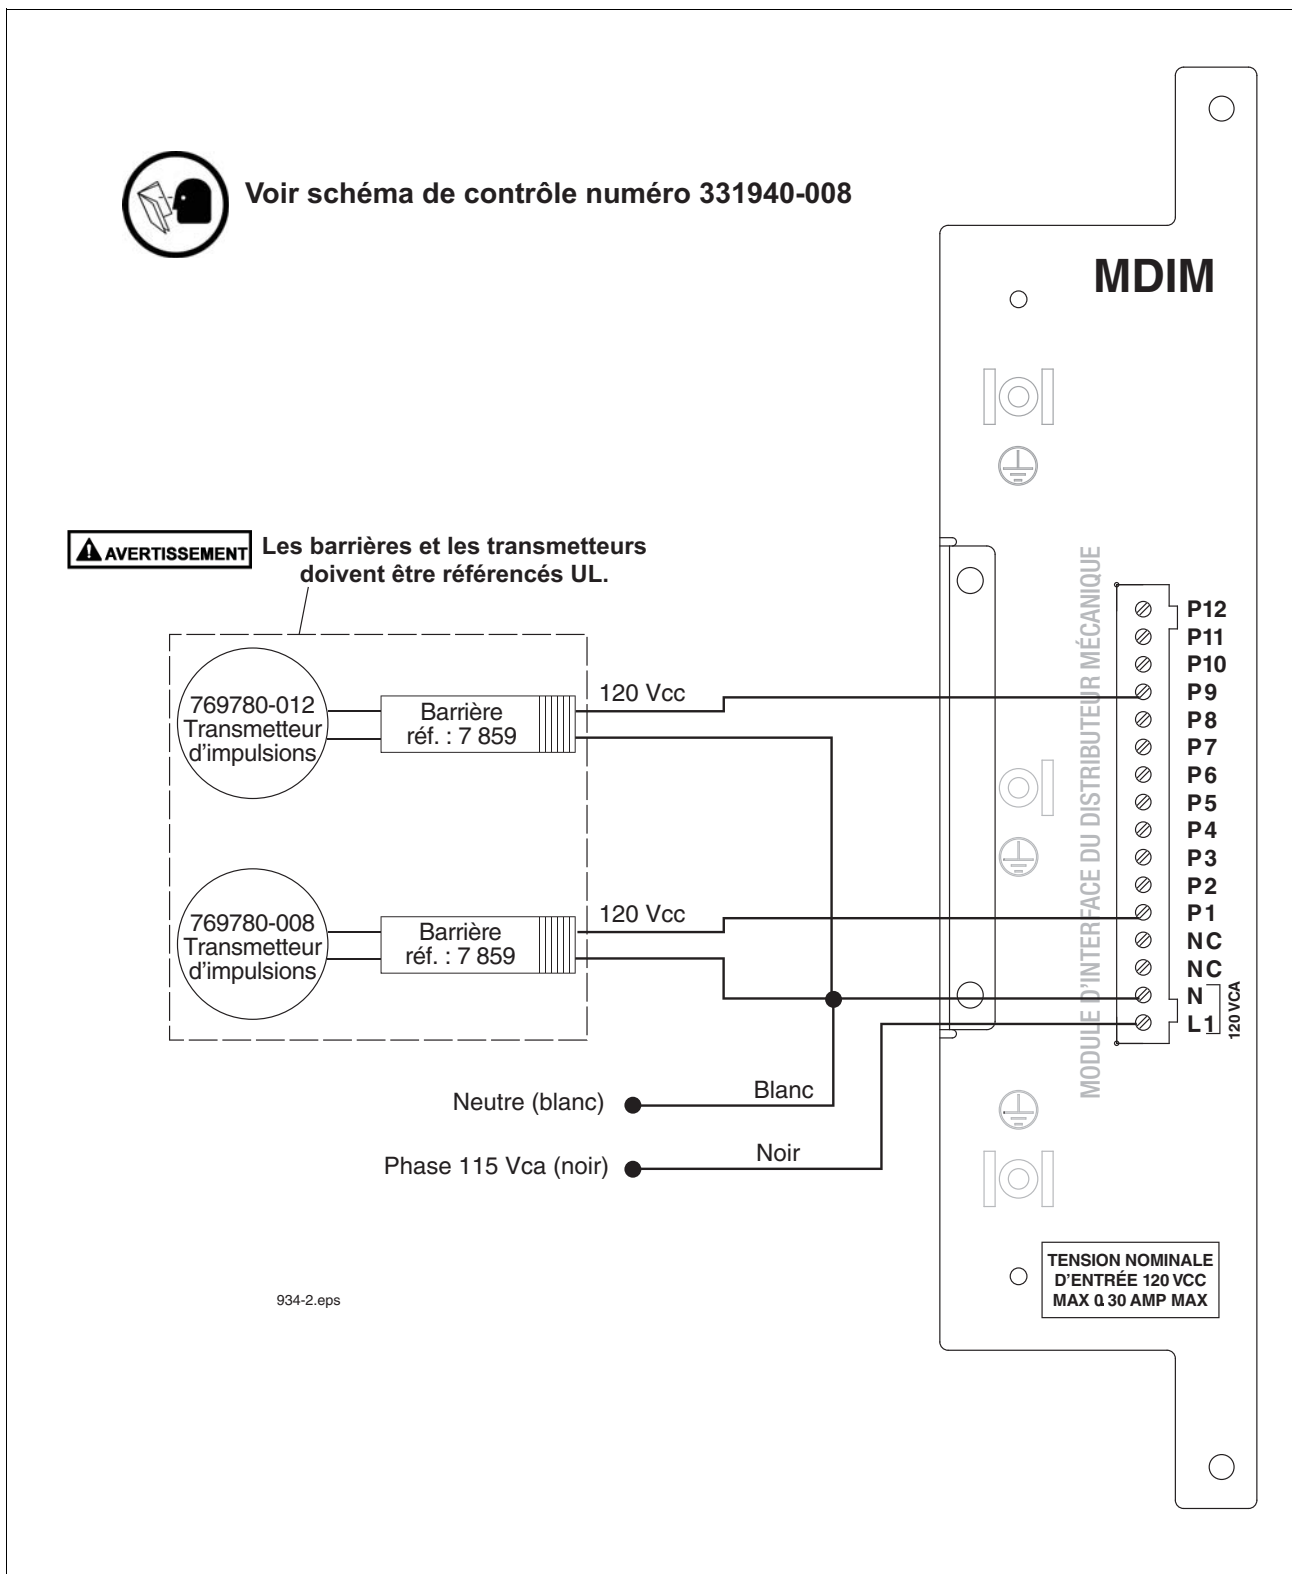

Figure 45. Connexion de dispositifs au module MDIM
- Figure 45 - Connexions de câblage du module MDIM